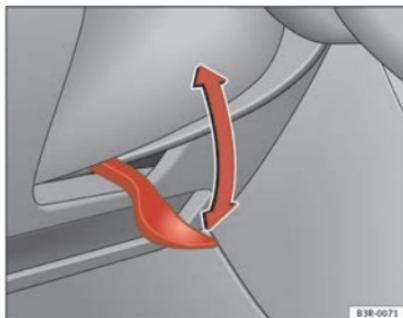

Fig. 134 Alavanca por baixo da coluna de direcção
- Puxe a alavanca ⇒ fig. 134 para baixo ⇒ ⚠.